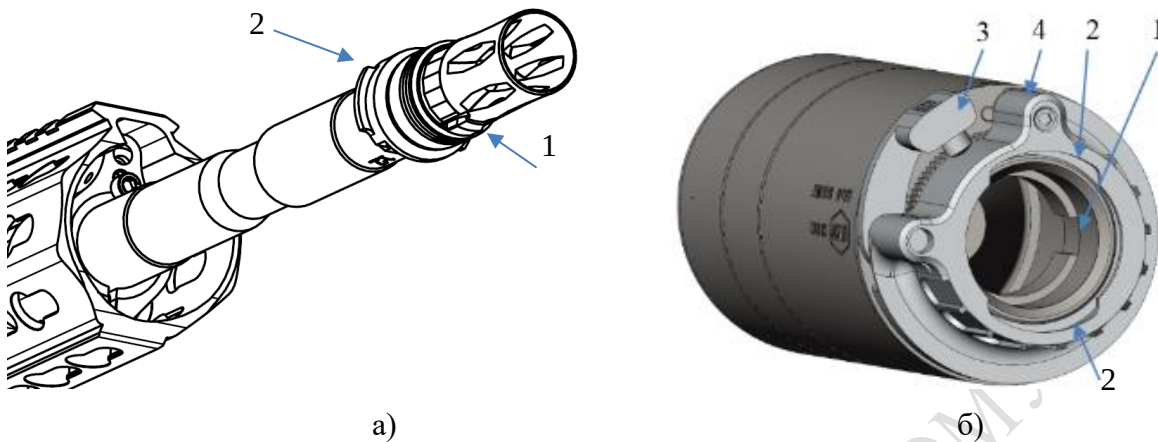

Рисунок 34. Елементи будови спеціального дульного пристрою (полум'ягасника):
дульного пристрою (шипом вниз) слід скористатись комплектом проставочних шайб АУАГ 5.007.00.000. Для надійної фіксації спеціального дульного пристрою на стволі (рис.34, а) і для запобігання самовільного його відкручування під час стрільби, необхідно попередньо намотати на дульну різьбу кілька витків ФУМ-стрічки, і потім затягнути гайковим ключем S=19. ПЗРЗП-Ш приєднується задньою частиною, зі сторони механізму фіксації, на спеціальний дульний пристрій.
- 1) Встановити гайку ПЗРЗП-Ш в положення «відкрито». Для цього потрібно натиснути на гайці клавiшу фіксатора (поз 3 рис. 34, б) із написом «PUSH» і повернути гайку (поз 4 рис. 34, б) в напрямку до упору.
Для цього потрібно повернути гайку (поз 4 рис. 34, б) в напрямку  .
попередньо натиснувши клавішу (поз 3 рис. 34, б).
- 1) Встановити гайку ПЗРЗП-Ш в положення відкрито. Для цього потрібно натиснути на гайці клавішу фіксатора (поз 3 рис. 34, б) із написом «PUSH» і повернути гайку(поз 4 рис. 34, б) в напрямку  до упору.